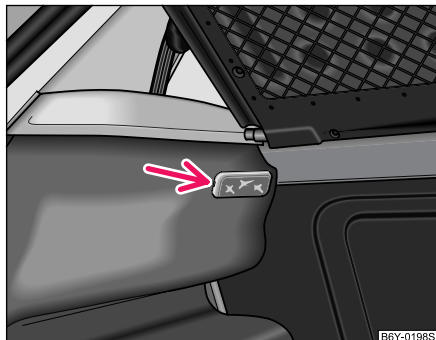

Fig. 167 Desmontar la luz del maletero
- Introduzca un destornillador en la ranura junto a la lámpara ⇒ fig. 167. Sacar la lámpara, apalancándola con cuidado.